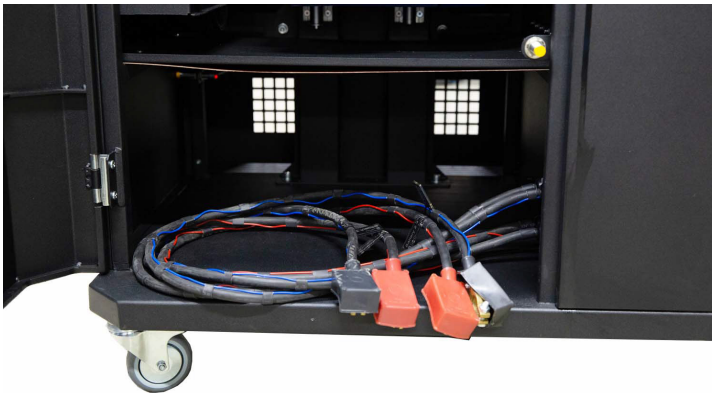

Рисунок 13. Місце для розміщення акумуляторів у стенді
1) Акумуляторні батареї (АКБ) 12В, які необхідно розташувати в акумуляторному відсіку стенда (рис. 13). Для відчинення лівих дверей використовуйте ключі (поставляються в комплекті). Під час під'єднання АКБ слід дотримуватися маркування на силових кабелях. Якщо під'єднати тільки одну АКБ (АКБ1 або АКБ2), то доступний буде тільки 12 В режим діагностики, режим 24 В і 48 В буде недоступний.